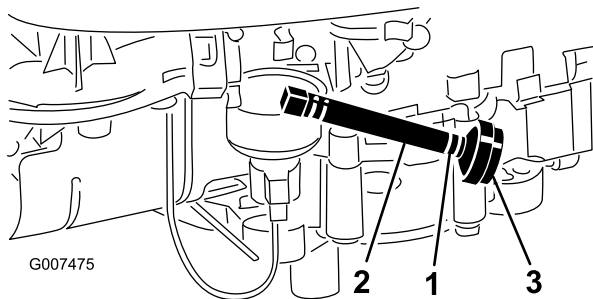

Bild 28
8. Drücken Sie die Enden der Schlauchklemme zusammen und schieben Sie sie an der Kraftstoffleitung nach oben zum Kraftstofftank (Bild 28).
Hinweis: Tauschen Sie den Kraftstofffilter am besten aus, wenn der Tank leer ist (Bild 28). Bringen Sie niemals einen schmutzigen Filter wieder an, nachdem Sie ihn von der Kraftstoffleitung entfernt haben.
7. Drücken Sie die Enden der Schlauchklemmen zusammen und schieben Sie sie vom Filter weg (Bild 28).
9. Ziehen Sie die Kraftstoffleitung vom Filter (Bild 28) und lassen das Benzin in einen Benzinkanister oder eine Auffangwanne ablaufen.